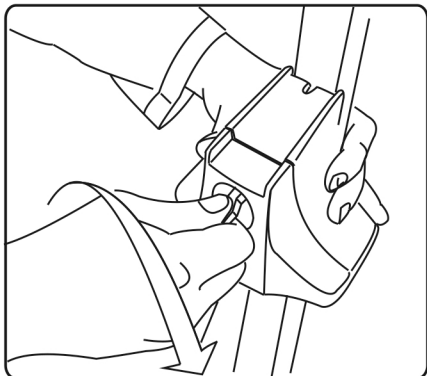

рис. 12
1. Если вы приобрели багажник в сборе, извлеките багажник из коробки, возьмите ключ из комплекта. Поворотом ключа на угол $\approx 90^\circ$ по часовой стрелке откройте замок (рис. 12).